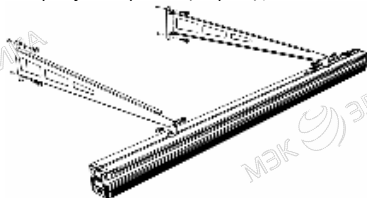

Рисунок 2 Установка креплений
3.3 Установите крепления на ровную поверхность (см. рис.2),.